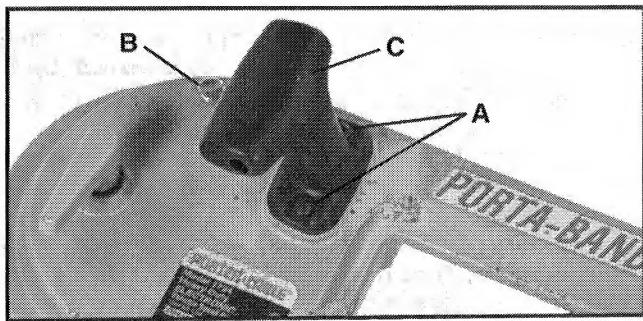

Fig. 6
- Quite las siguientes piezas de la sierra de cinta (vea la Fig. 6): los dos tornillos (A), el pomo (C) y el tornillo (B). Guarde el pomo y el tornillo (B) para uso futuro. Los tornillos (A) se utilizarán en el paso 5 que aparece más adelante.